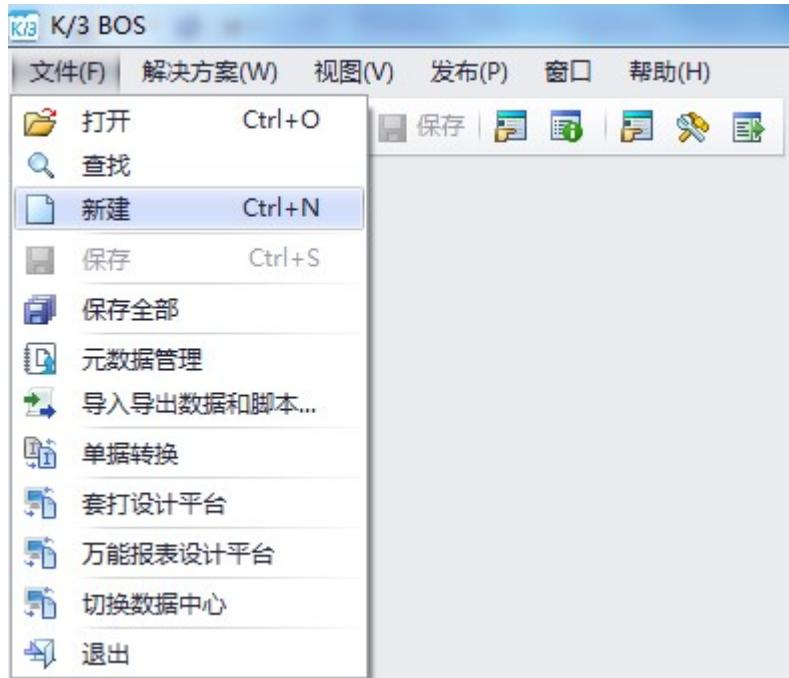

图 5-1-1 新建业务单据
- 1、登录K/3 Cloud BOS后选择【进销存管理】—【采购管理】子系统，进入 BOS IDE 界面。在主菜单上选择【文件】—【新建】。如图 5-1-1 所示。